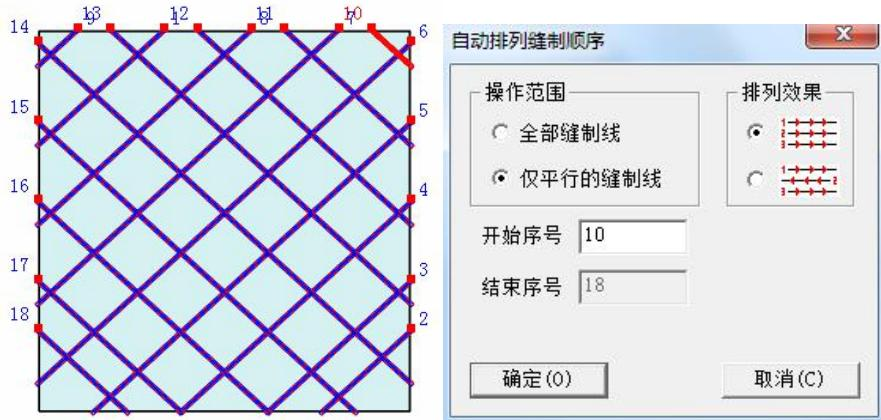

图 3
2. 如下图 3，用同样的方法，框选要排列的缝制线，并指定另一组平行线中的一条，在弹出的【自动排列缝制顺序】对话框，选择合适的选项，输入相应的序号，确定后下图 4 所示。;